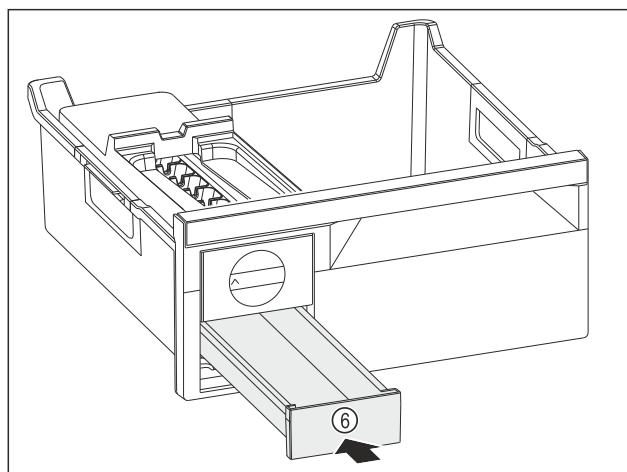

Fig. 135
- ▶ Вдвигните выдвижной ящик для кубиков льда Fig. 135 (6).